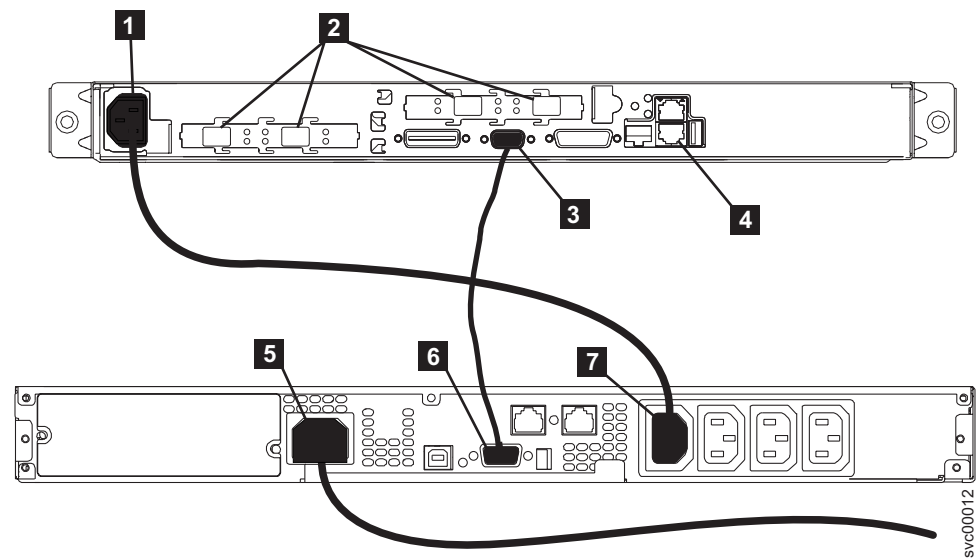

図 28. 無停電電源装置への SAN ボリューム・コントローラー電源ケーブルの接続。
1. SAN ボリューム・コントローラーの後ろにある電源コネクタ1に電源ケーブルを差し込む。図 28 を参照してください。
2. SAN ボリューム・コントローラ電源ケーブルの空いている端を、UPS 5115 の負荷セグメント 1 コンセント **7** に差し込む。57 ページの図 28 を参照してください。
3. シグナル・ケーブルを、SAN ボリューム・コントローラのシリアル・コネクタ **3** に差し込む。57 ページの図 28 を参照してください。
4. SAN ボリューム・コントローラのシグナル・ケーブルの空いている端を、UPS 5115 の通信ポート **6** に差し込む。57 ページの図 28 を参照してください。